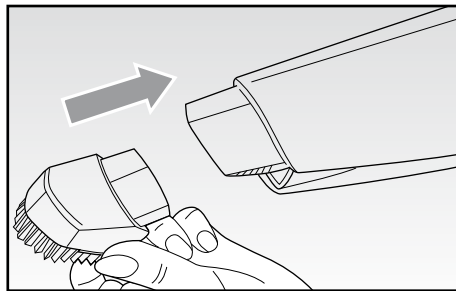
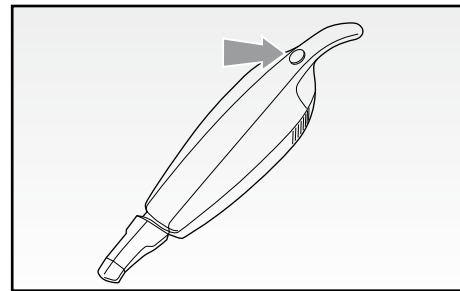

Fig. 4
Fig. 5
- All'estremità del contenitore della polvere (F), applicare l'accessorio desiderato (Fig. 4); premere il pulsante di accensione (B) per mettere in funzione l'aspiratore portatile utilizzandolo mediante l'apposita impugnatura (Fig. 5).